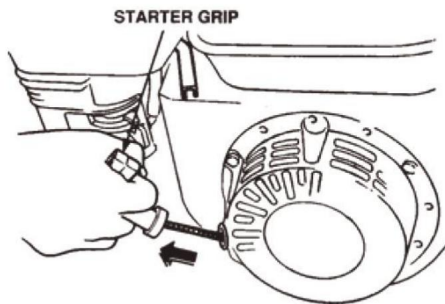

FIG.10
9.6 Saisissez la poignée de démarrage (FIG. 10) et retirez-la lentement. La résistance